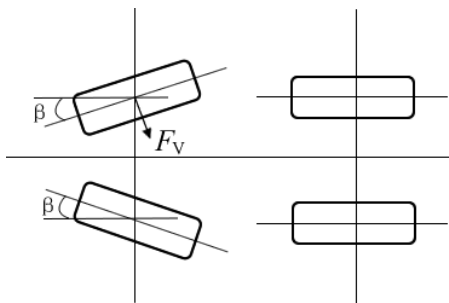

图1-1 轿车前轮前束
1.7 某轿车总质量  $m=1200\text{kg}$ ，前轮载荷占整车载荷的 60%；车轮侧向力系数  $k_a=1800\text{kg/rad}$ ，前束角  $\beta=2^\circ$ ，该轿车两前轮互置前束角  $\beta$  后产生相应行驶阻力  $F_V$ ，如图 1-1 所示。